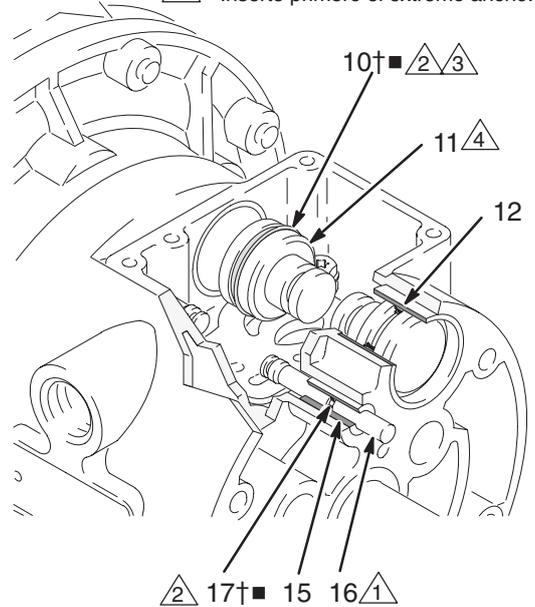

Fig. 10
4. Extraiga los cuatro pistones de accionamiento (11) de los cojinetes (12). Extraiga las empaquetaduras en forma de cubeta en U (10) de los pistones. Extraiga los pasadores de guía (16) de los cojinetes (15). Extraiga las juntas tóricas (17) de los pasadores de guía. Consulte la Fig. 10.
6. Revise los cojinetes (12, 15) montados. Consulte la Fig. 10. Los cojinetes tienen forma cónica y, si se encuentran dañados, deben extraerse desde el exterior. Para ello se debe desmontar la sección en contacto con el fluido. Ver página 22.
4. Instale una junta tórica (17†■) en cada pasador de guía (16). Engrase los pasadores y las juntas tóricas. Inserte los pasadores en los cojinetes (15), introduciendo primero el extremo **estrecho**. Consulte la Fig. 10.
5. Instale una empaquetadura en forma de copela en U (10†■) en cada pistón de accionamiento (11), con los bordes de las empaquetaduras orientadas hacia el extremo **estrecho** de los pistones. Consulte la Fig. 10.
6. Lubrique las empaquetaduras en forma de copela en U (10†■) y los pistones de accionamiento (11). Inserte los pistones de accionamiento en los cojinetes (12), el extremo **ancho** primero. Deje expuesto el extremo estrecho de los pistones. Consulte la Fig. 10.